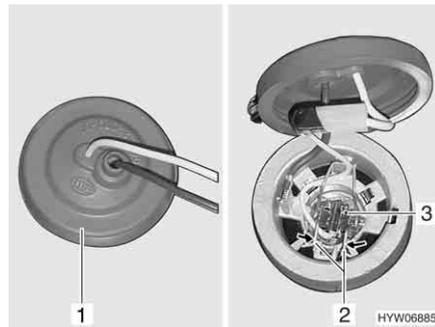

Fig. 261 Faro antiniebla
- Introducir la mano detrás de la luz antiniebla y sacar la caperuza de goma (Fig. 261,1) de la caja de la luz.
- Oprimir el arco metálico (Fig. 261,2) y bascularlo hacia fuera del soporte.
- Sacar la bombilla (Fig. 261,3) con el cable de la caja de la luz.